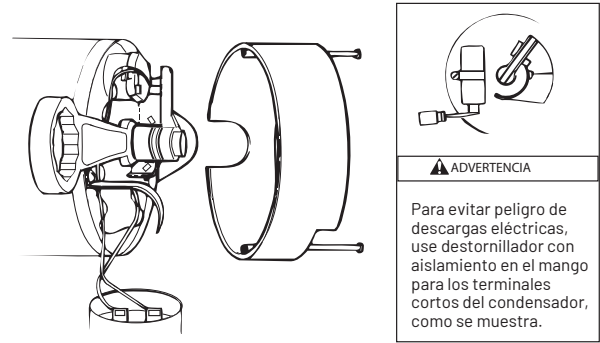

FIGURA 13 - SOSTENER EL EJE
4. Si se debe reemplazar el impulsor, afloje dos tornillos de la máquina y quite la cubierta del motor (figura 13).
5. **ADVERTENCIA EL VOLTAJE DEL CONDENSADOR PUEDE SER PELIGROSO.** Para descargar el condensador, sostenga el destornillador **POR EL MANGO** con aislamiento y los terminales cortos del condensador juntos (figura 13). No toque el vástago de metal del destornillador ni los terminales del condensador. En caso de dudas, consulte con un electricista calificado.